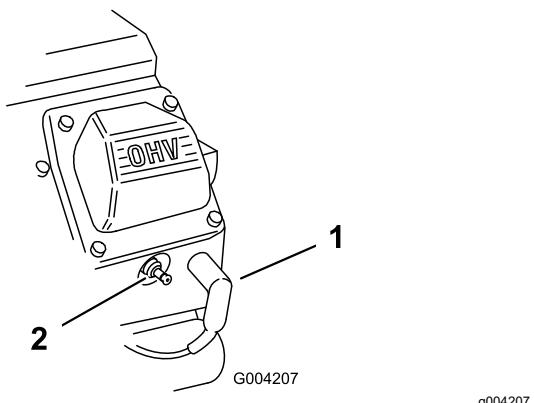

Figure 166
3. Branchez les fils des bougies (Figure 166).